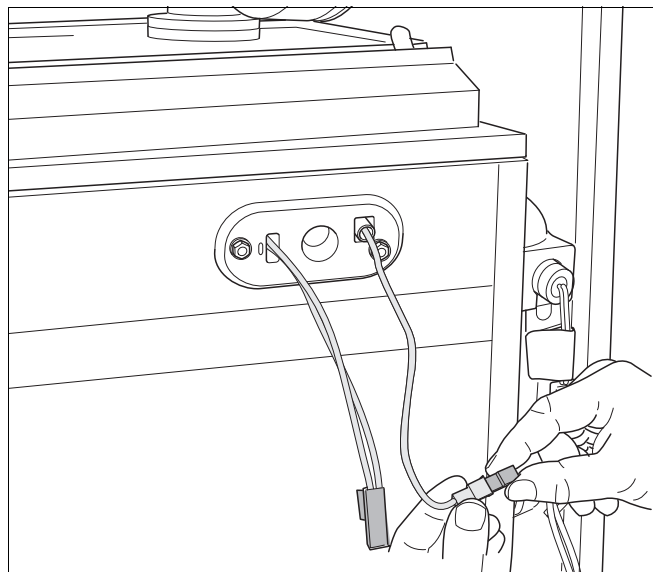

Bild 91 Demontering av kontakt till joniseringselektrod
- Lossa anslutningen för övervakningskabeln (bild 91).